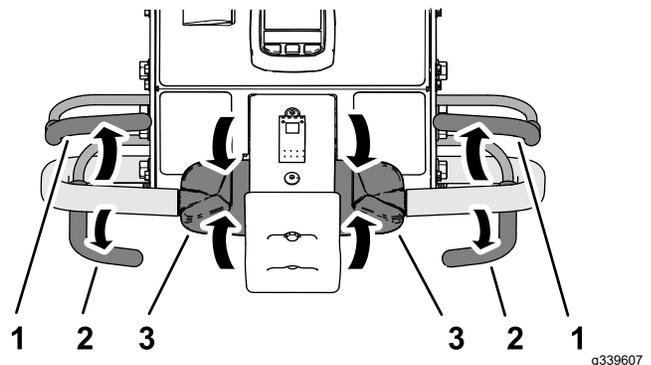

**Bild 85**
**Wichtig:** Um die Maschine sofort anzuhalten, betätigen Sie den Anschlagschalter (Bild 85).